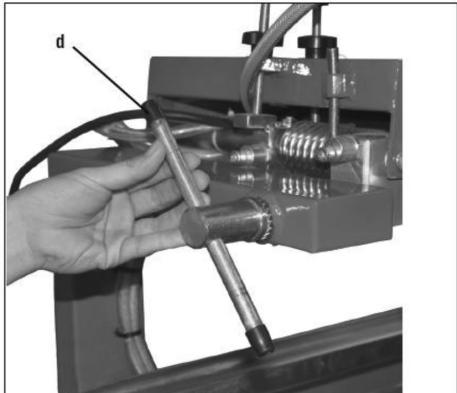

Рис. 5
5. Для удобства транспортировки головная часть станка с мотором была разъединена с рамой. Установите головную часть станка с мотором на раму. Для этого вставьте ось головной части в отверстие рамы и зафиксируйте гайкой с ручкой-вотрком d (рис. 5).